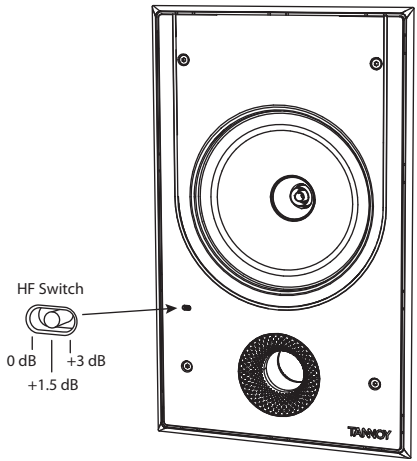

Fig. 4. Interruttore HF
2. L'interruttore HF ha tre posizioni, con 0 dB lat. Regolare quanto necessario in base alla posizione della stanza e alle condizioni acustiche (Fig. 4).